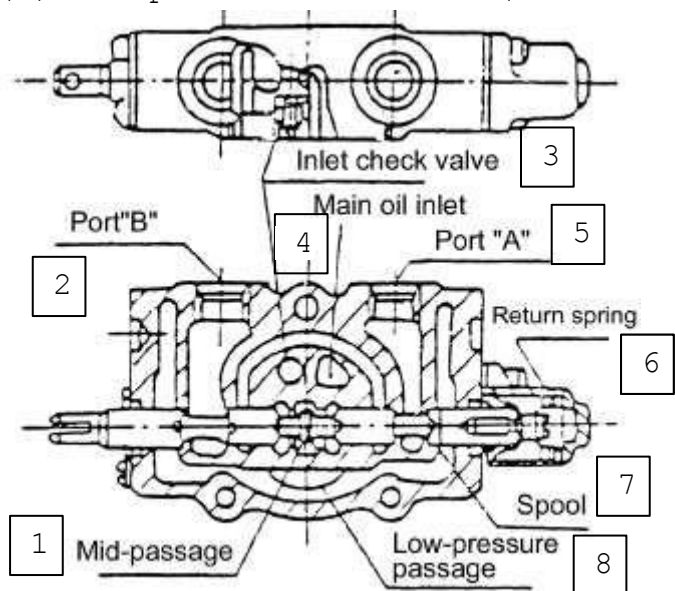

Рис. 10-3:
(1) Нейтральное положение (Рис. 10-3).